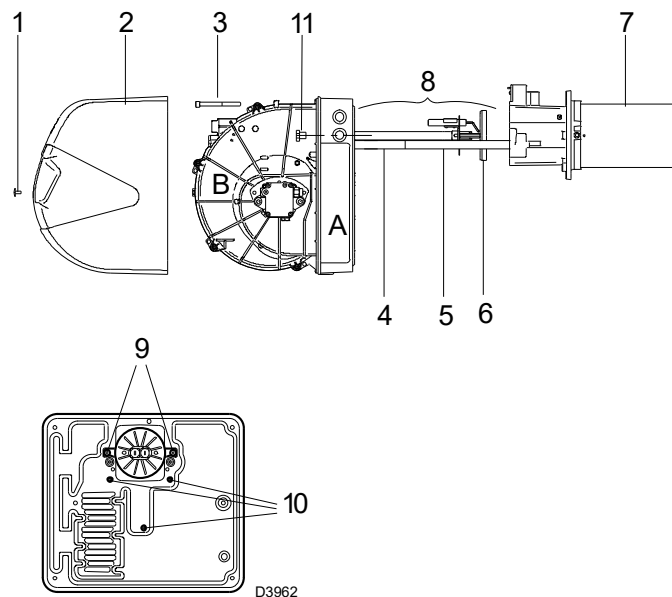

Fig. 31
S'il est nécessaire d'entretenir le tableau électrique A)(Fig. 31) il suffit de sortir le groupe ventilateur B)(Fig. 31) pour mieux accéder aux composants électriques.
Le brûleur étant ouvert comme dans Fig. 31, débrancher les câbles des électrodes et retirer le groupe tête 8)(Fig. 31) en desserrant les deux vis 9)(Fig. 31).
Débrancher les câbles du moteur ventilateur, retirer les trois vis 10)(Fig. 31) de la tôle de protection et les deux vis 11)(Fig. 31) et retirer le groupe ventilateur B) (Fig. 31) des glissières 4) - 5)(Fig. 31).
Il est possible d'utiliser 2 des 3 vis 10)(Fig. 31) pour fixer le tableau électrique au conduit aux points indiqués sur le Fig. 29, et exécuter les opérations d'entretien.
- Retirer la vis 1)(Fig. 31) et extraire le capot 2) ;